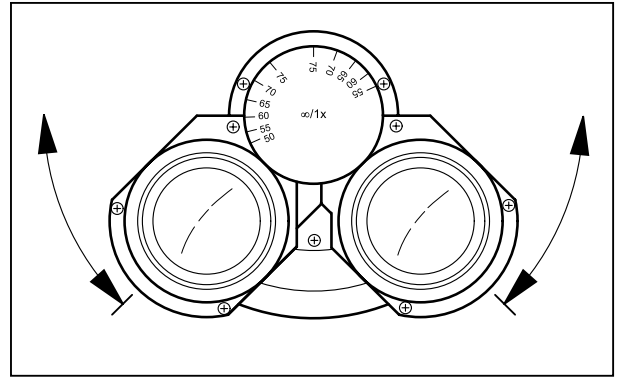

Figura 18 Ajuste da distância entre oculares
- Adaptar a distância entre as oculares à distância interpupilar individual do observador por giro simétrico dos dois porta-oculares em sentido contrário (Figura 18).